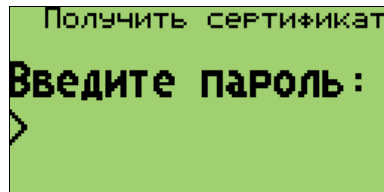

Рис. 8. Запрос пароля
2. Продолжите операцию. Откроется окно запроса пароля (см. Рис. 8).